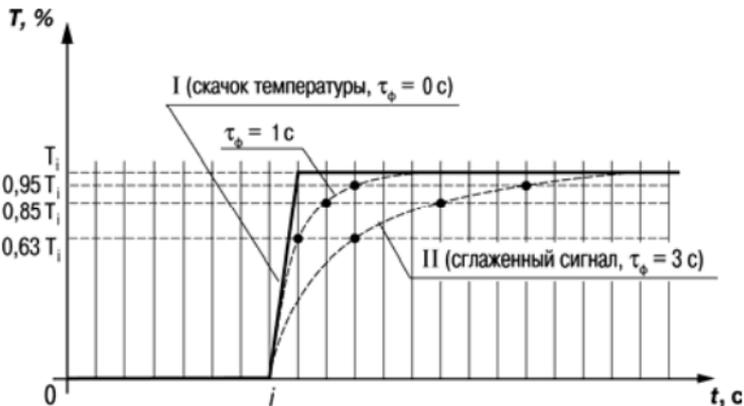

Рисунок 3.4
3.2.4.3 Во-вторых, фильтр устраняет шумовые составляющие сигнала, осуществляя его экспоненциальное сглаживание. Основной характеристикой экспоненциального фильтра является постоянная времени  $\tau_{\phi}$  – интервал, в течение которого сигнал достигает 0,63 от значения каждого измерения  $T_i$  (рисунок 3.4).